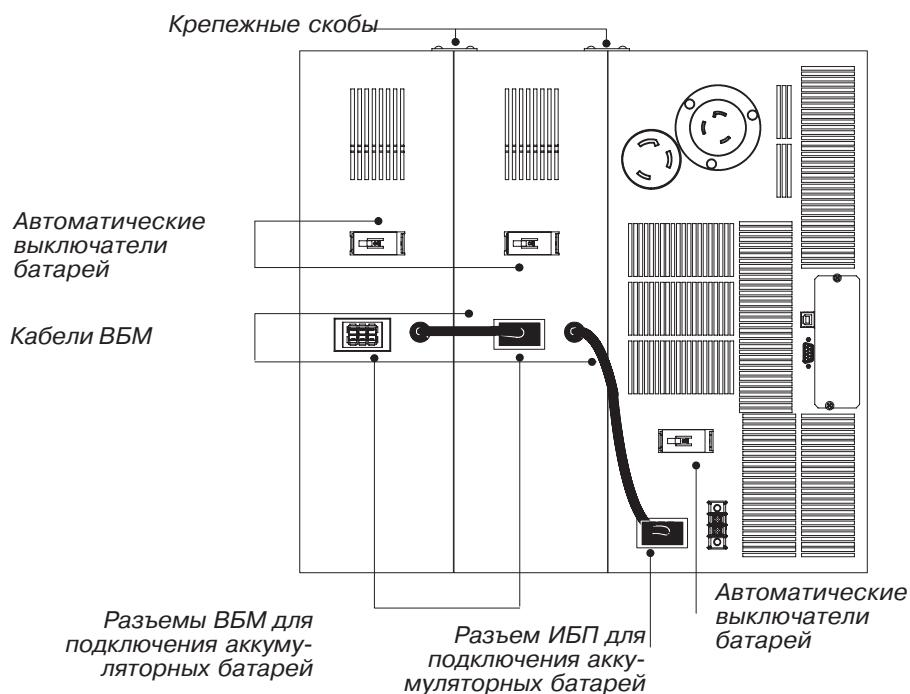

Рисунок 21. Подключение BPM
1. Переключите все автоматические выключатели батарей в положение **Выкл. (0)** (см. рис. 21).